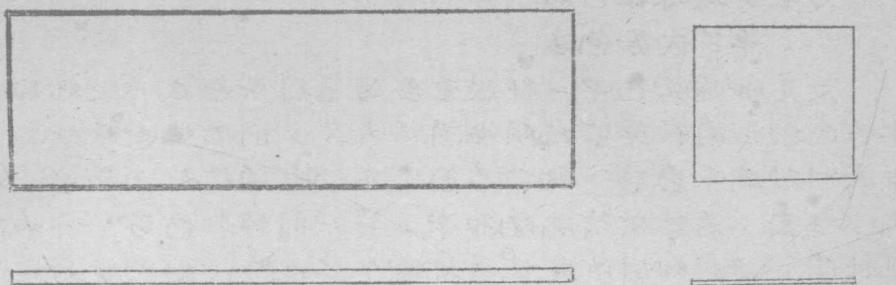

图4 载玻片
(1) 取干净的载玻片和盖玻片(图4)各一块，在酒精灯火焰上方微微加热烤干，待冷后，滴一滴蒸馏水(或生理盐水)于载片中央；